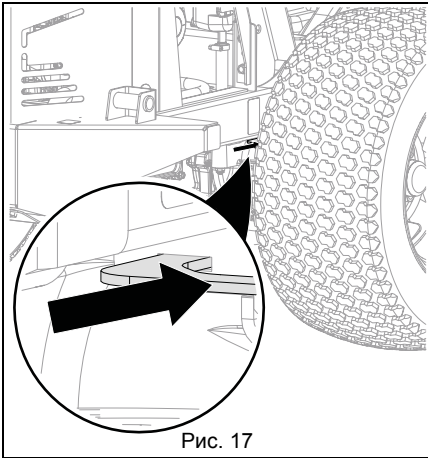

Рис. 17
5. Верните перепускные рычаги трансмиссии в рабочее положение. См. Рис. 17.